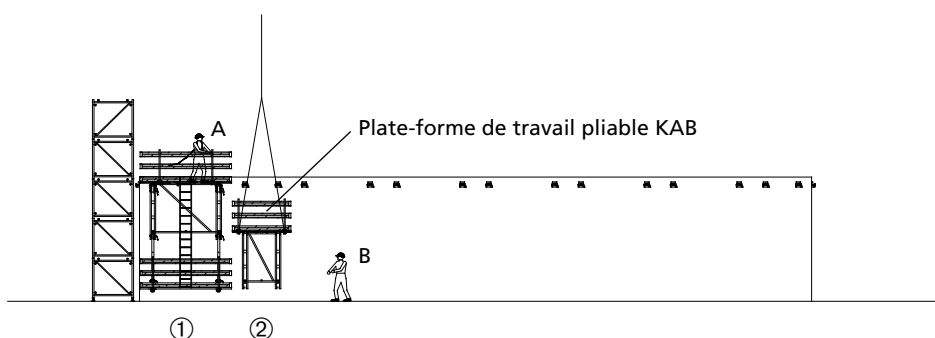

Fig. 28.2
2. Une 2e personne (personne B), située au pied de l'ouvrage, fixe les élingues sur une autre plate-forme de travail KAB. La plate-forme ② est levée et positionnée à l'aide d'une grue (fig. 28.2), puis fixée et verrouillée via le dispositif anti-décrochage des sabots d'accrochage KAB par la personne A (voir page KAB-13). La personne A détache ensuite les élingues.